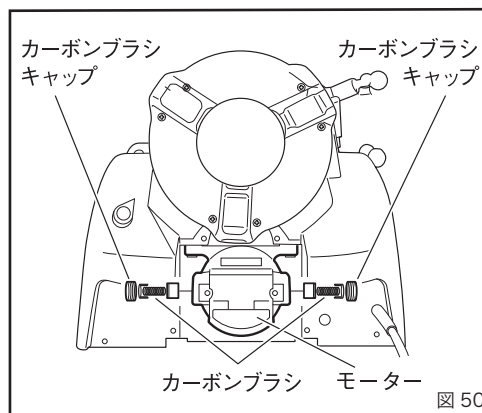

図 50
②マイナスドライバーでカーボンブラシキャップを外し、カーボンブラシを交換してください。(図 50)